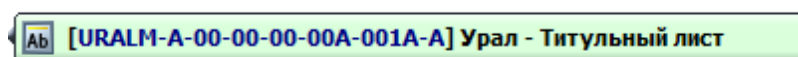

Рисунок 943
3) Введите название модуля данных (рисунок 943). Для этого: